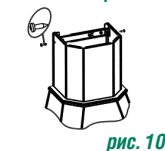

рис. 10
6.7 Выдвиньте фальштрубу и прикрепите ее винтами к кронштейну (рис. 10).